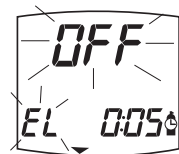

Figure 10
- 3• Les chiffres 12 ou 24 clignotent (figure 10). Appuyez sur le bouton de droite ou de gauche pour basculer du format horaire 12 à 24 heures. Si vous sélectionnez le format 24:00, l'heure est affichée en format 24 heures, par exemple 13:00 = 1:00 pm.